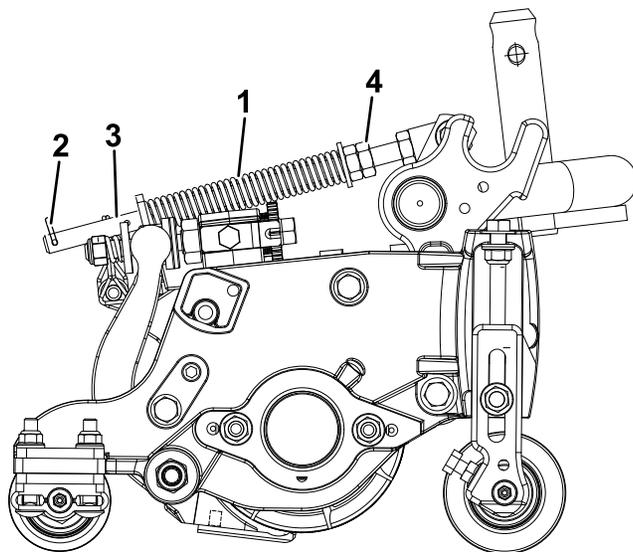

図 12
ターフ補正スプリング(図 12)は、前ローラから後ローラへと、カッティングユニットの体重移動を行います。これにより、マーセリングやボビングと呼ばれる「波打ったような」仕上がりを防いでいます。
1. スプリングロッドの後穴にヘアピンコッターを忘れずに取り付けてください(図 12)。
2. スプリングロッド前部の六角ナットを締めて、スプリング圧縮状態の長さが12.7cmになるようにする(図 12)。